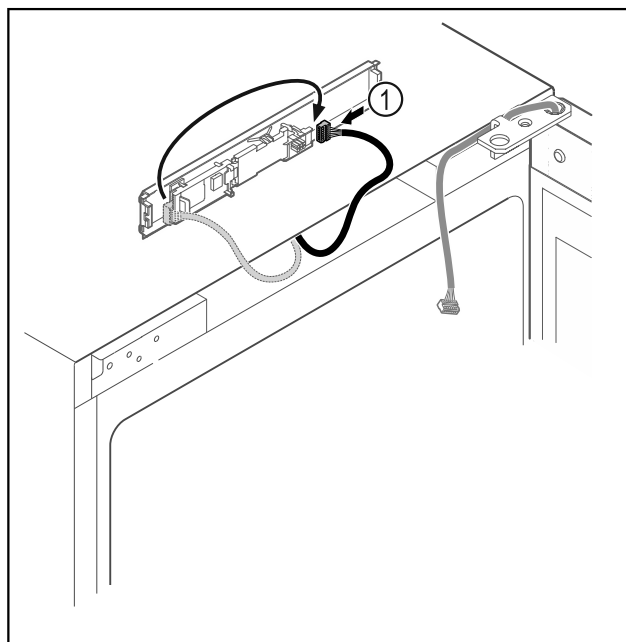

Fig. 19
- ▶ Pistke pistik Fig. 19 (1) trükkplaadil ümber.